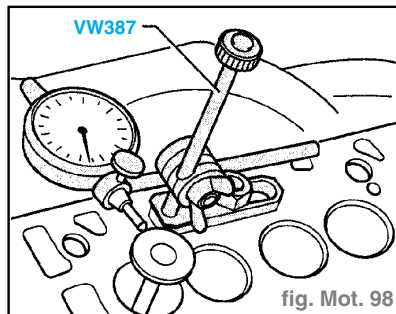

fig. Mot. 98
- Placer une soupape neuve dans le guide. L'extrémité de sa tige doit coïncider avec le guide. Étant donné la différence de diamètre des tiges, placer uniquement une soupape d'échappement d'admission dans un guide d'échappement (fig. Mot. 98).